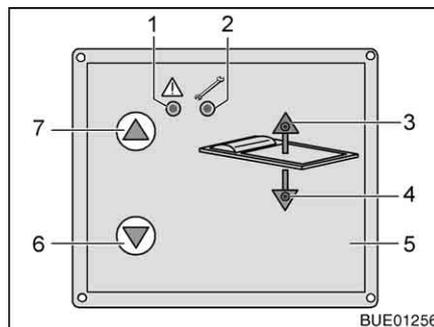

Fig. 72 Unidad de mando
- En la unidad de mando (Fig. 72,5), pulsar la tecla "▼" (Fig. 72,6) y mantenerla pulsada aprox. 6 segundos. Los dos LEDs (Fig. 72,3 y 4) se encienden de color verde.
- Pulsar la tecla "▼" (Fig. 72,6) y mantenerla pulsada hasta que la cama llegue a la posición deseada o hasta el tope final. El LED (Fig. 72,3) se enciende de color verde.
- Pulsar la tecla "▲" (Fig. 72,7) y mantenerla pulsada hasta que la cama llegue a la posición deseada o hasta el tope final. El LED (Fig. 72,4) se enciende de color verde.
- Pulsar la tecla "▼" (Fig. 72,6) o la tecla "▲" (Fig. 72,7), y mantenerla pulsada hasta que la cama llegue a la posición final inferior o superior.
En caso de que la cama ya no pueda moverse a través de la unidad de mando, y el LED "⚠" (Fig. 72,1) parpadee de color rojo, también es posible mover la litera manualmente. Para esto, proceder del siguiente modo:
Si se enciende la luz de mantenimiento (Fig. 72,2): Acudir al servicio posventa.